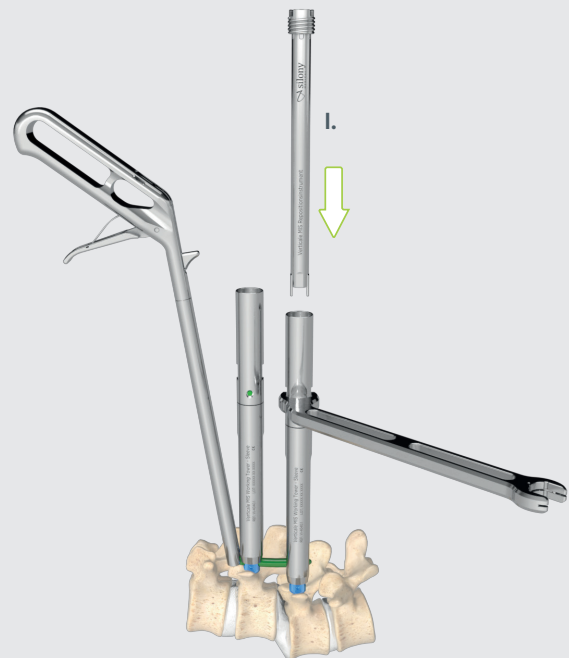

Abb. 26a Einführen des MIS Repositionsinstruments in den MIS Arbeitsturm
I. Das MIS Repositionsinstrument wird in den Arbeitsturm eingeführt (Abb. 26a).